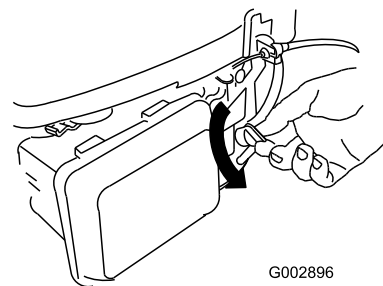

Figura 23
2. Gire la palanca de la válvula de combustible a la posición de Abierto (Figura 23).